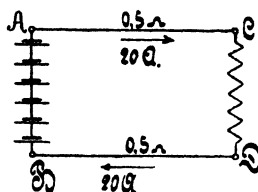

Fig. 6.
53. Text wie 51, nur ist $e = 10$ [100] (200) V, $J = 4$ [15] (40) A.
54. An den Klemmen A und B (Fig. 6) einer Batterie von hintereinander geschalteten Elementen herrscht eine Spannung von 65 [110] (220) V. Durch den Widerstand CD fließen 20 [30] (8) A. Welche Spannung besteht zwischen den Punkten C und D, wenn jeder der beiden Zuleitungsdrähte AC und BD 0,5 [0,3] (2) Ω Widerstand besitzt?
55. Der Widerstand CD (Fig. 6) besteht aus einer Anzahl von Lampen, die insgesamt 15 [12] (8) A verbrauchen. Die Widerstände der Zuleitungen AC und BD betragen zusammen 0,2 [0,3] (0,5) Ω . Welche Spannung herrscht zwischen C und D, wenn die Klemmenspannung der Stromquelle 67 [113,6] (120) V beträgt?
56. Fünf Bunsenelemente (Fig. 6) von je 1,8 [1,85] (1,78) V elektromotorischer Kraft und 0,2 [0,25 (0,15) Ω innerem Widerstande sind hintereinander geschaltet. Der äußere Stromkreis besteht aus den beiden Zuleitungsdrähten AC und BD von je 0,08 [0,05] (0,09) Ω und dem Nutzwiderstande CD (parallel geschaltete Glühlampen) von 3 [4,5] (2,5) Ω .